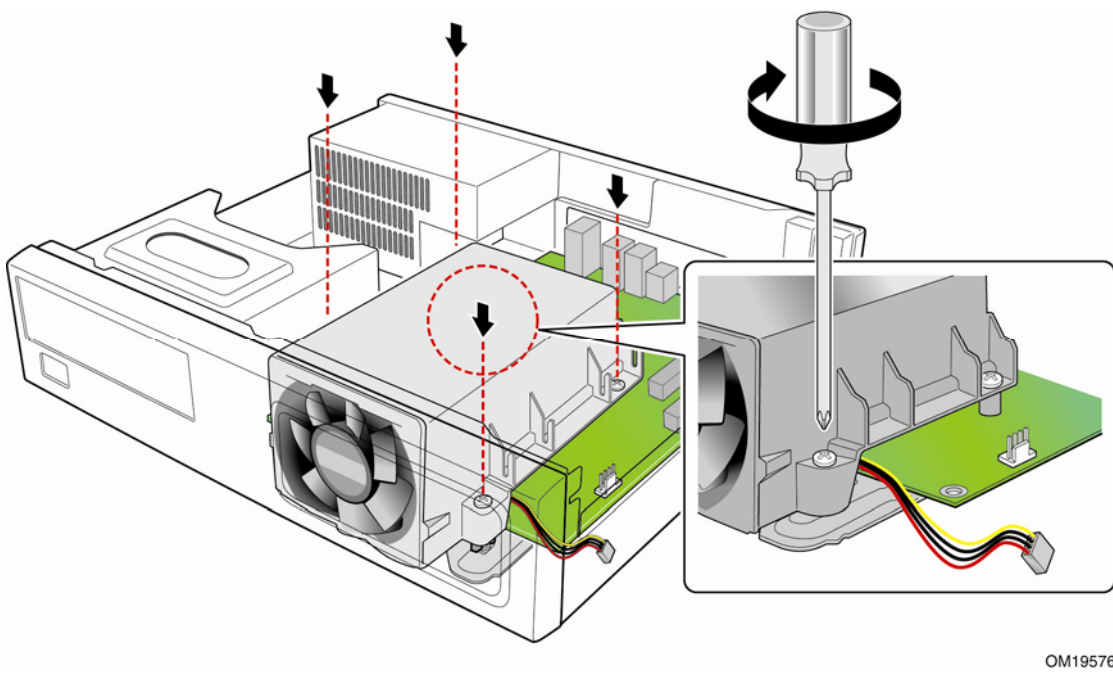

图 14. 固定温度模块
4. 拧紧温度模块各个角上的装配螺丝（参见图 14）。拧紧螺丝无顺序要求。